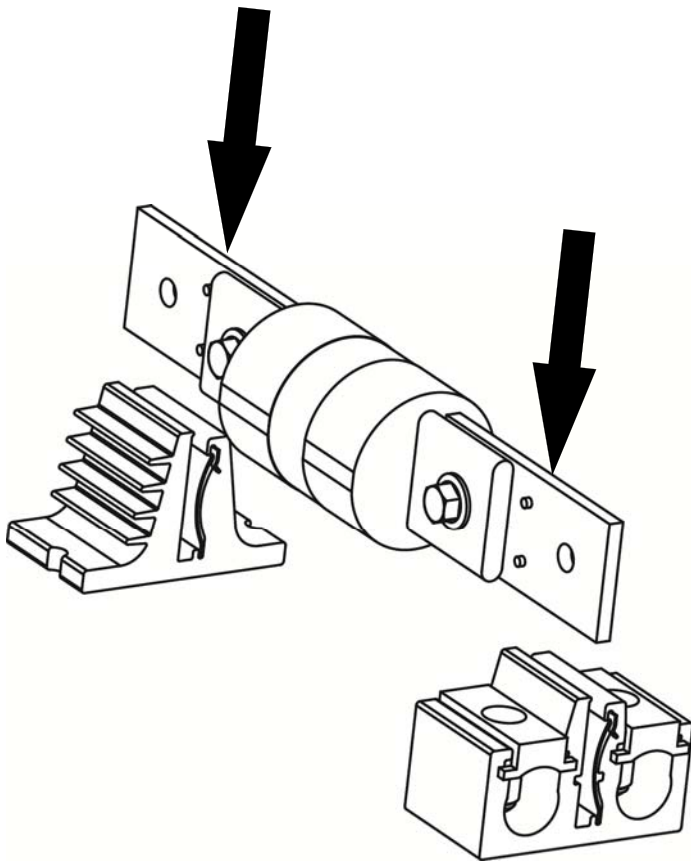

Fig. 3
- Aligner l'ensemble de fusible « J » avec les bases de ligne et de charge, tel qu'illustré à la Fig. 3. (Pour un interrupteur de 240 volts, repositionner la base de charge dans la position du fusible J.)